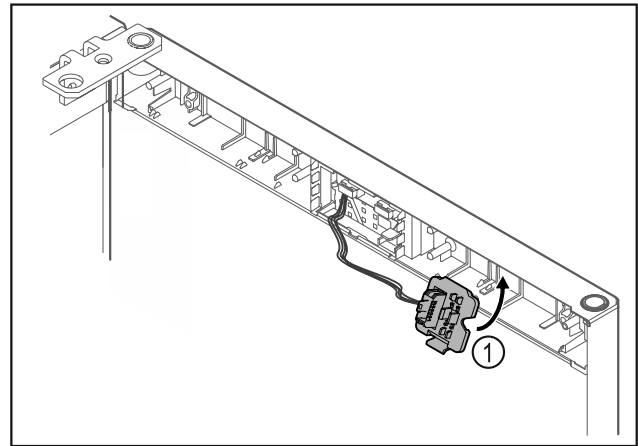

Fig. 15
- ▶ Uglavite držač utikača Fig. 15 (1) na suprotnu stranu.